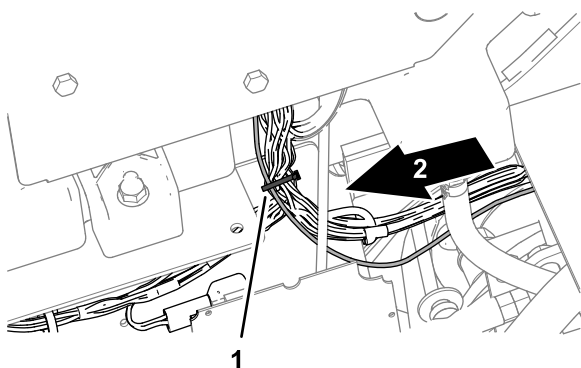

Figura 17
1. Na cobertura do painel de controlo, fixe a cablagem da alimentação à cablagem da máquina usando uma braçadeira de cabos, conforme ilustrado na Figura 17.